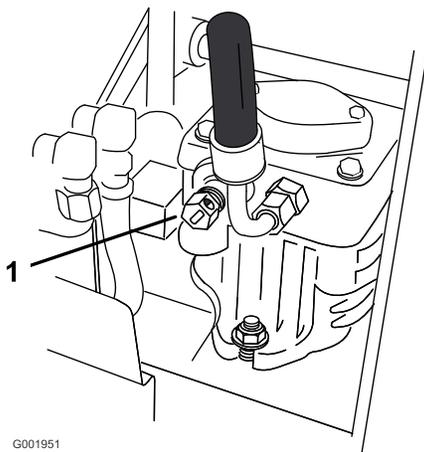

Figure 13
2. Ouvrez les vannes de dérivation des deux pompes en les tournant 1 à 2 fois dans le sens antihoraire (Figure 13).